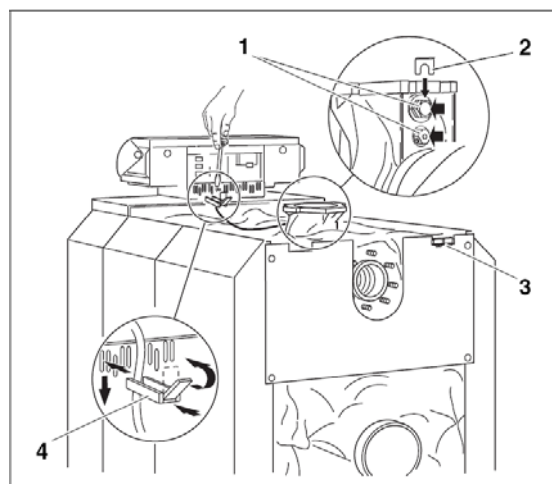
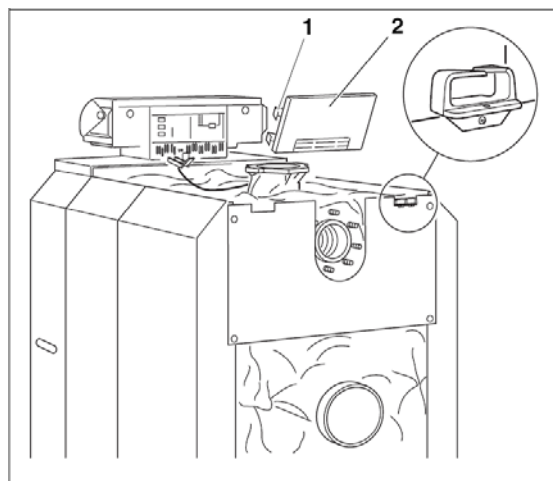

Fig. 49
Fig. 50
- För kapillarrören genom kabelgenomföringen, och rulla ut dem i önskad längd. För kapillär-rörsledningen fram till givarledningen (Fig. 49, **pos. 1**), och lås fast dem med deras givarsäkring (Fig. 49, **pos. 2**) (förstöringen på Fig. 49 är vriden 180°).
- Skruva kabelgenomföringen (Fig. 49, **pos. 3** och förstöringen i Fig. 50) på bakplåten i vänster eller höger sida.
- Sätt kabelspännbanden med isatt ledning i spännbandsremmen, och fixera dem med att vippa över fliken (Fig. 49, **pos. 4**).
- Bryt eller skär ut bitar ur bakväggen, om det är nödvändigt (Fig. 50, **pos. 2**).
- Sätt fast bakstycket i spännbandsremmen med den nedre kroken, och tryck därefter in det framför, tills krokarna i sidorna (Fig. 50, **pos. 1**) griper.